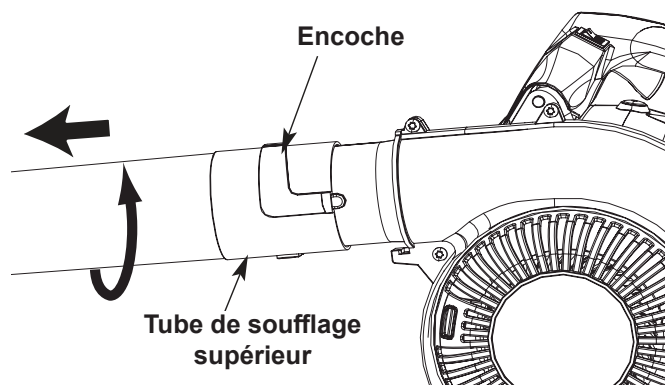

Fig. 3
1. Tournez le tube supérieur dans le sens antihoraire jusqu'à ce qu'il se décroche de l'embout du souffleur (fig. 3).